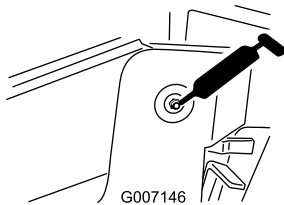
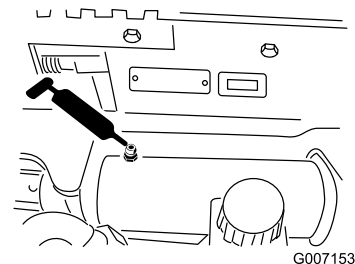

Figure 41
Figure 48
3. Raccordez une pompe à graisse à chaque graisseur (Figure 41 à Figure 48).